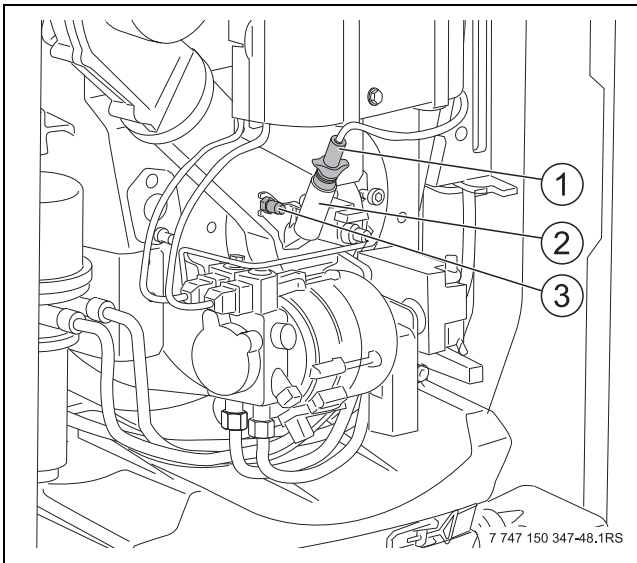

Bild 80 Flammenfühler demontieren
- ▶ Messstutzen für statischen Gebläsedruck (→ Bild 80, [3], Seite 51) abschrauben.